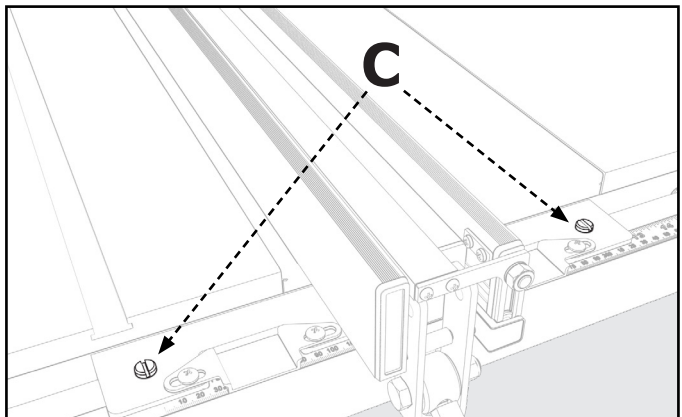

FIGURE 15
1. Pour régler, repérez les deux Vis de Réglage en Nylon (C) au-dessus de la Barrière illustrée dans la **Figure 15**.